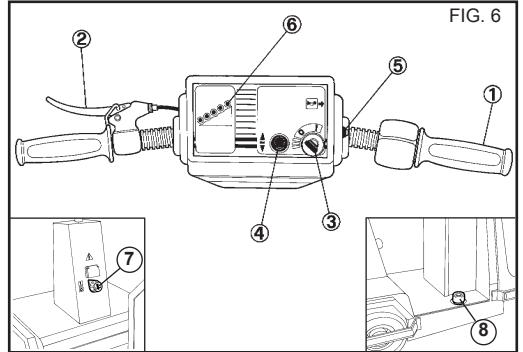
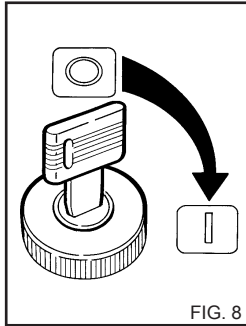

FIG. 6
FIG. 8
STEUERSYSTEME MOD. 250 - FIG. 6
1) Zündschlüssel einstecken und nach rechts auf Stellung (I) drehen (Fig. 8); die Kontrolllampen auf dem Schaltbrett zünden sich an und zeigen, (Detail 6 Fig. 6 - 7) daß das Gerät eingeschaltet ist. Ungefähr 2-3 Sekunden warten. Um den Notschalter anzutreiben, den Drehkopf in der Pos. "I" drehen. (Detail 7 - 11 Fig. 6 - 7)
Gangumschalter (Fig. 6 - 7 Detail 4) auf Vorwärts- bzw. Rückwärtsgang stellen.
- Fahrzeug durch Drehen des Starter-/Zünderknopfes starten (Detail 1, Fig. 6 - 7).
⚠ Mit einem Fuß den Sitzkehrschalter gedrückt halten. Bei der Freilassung des Schalters, wird das Fahrzeug automatisch abgesperrt (Detail 8 - 12, Fig. 6 - 7).
⚠ Da Fahrzeug ist bis zum vollkommenen Entladen der Batterie einzusetzen (rote und gelbe Kontrolllampe auf dem Armaturenbrett leuchten auf, Detail 6, Fig. 6 - 7).
Starter-/Zünderknopf aufs Minimum stellen (Detail 1, Fig. 6 - 7).
Zündschlüssel auf Stellung (0) drehen Den Schlüssel des Fahrzeugs in Pos. "0" drehen (alle leuchtenden Anzeiger müssen ausgeschaltet sein); den Notschalter in Pos. "0" drehen. (Fig. 8).
Die Batterien sind aufzuladen, wenn die grünen Kontrolllampen (Detail 6, Fig. 6 - 7) erloschen sind und nur die rote und gelbe Kontrolllampe aufleuchtet.